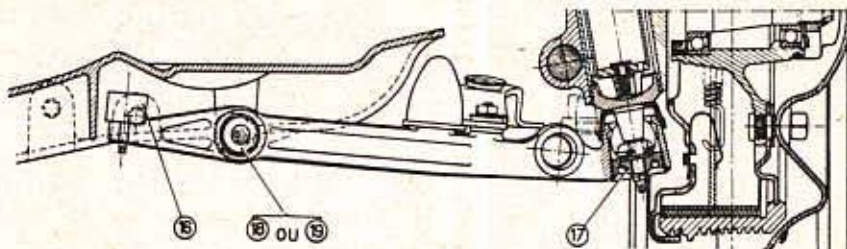

Fig. 66. — Détail de montage du bras arrière de suspension avant
65) assurent une fixation élastique. Les écrous sont arrêtés par des freins en tôle (15).
Le bras arrière de triangle comporte sur son extrémité une butée de détente en caoutchouc (16) (fig. 66) ayant pour but de limiter la détente de l'amortisseur, en prenant appui sur la traverse (du type 404 berline modifiée en conséquence).